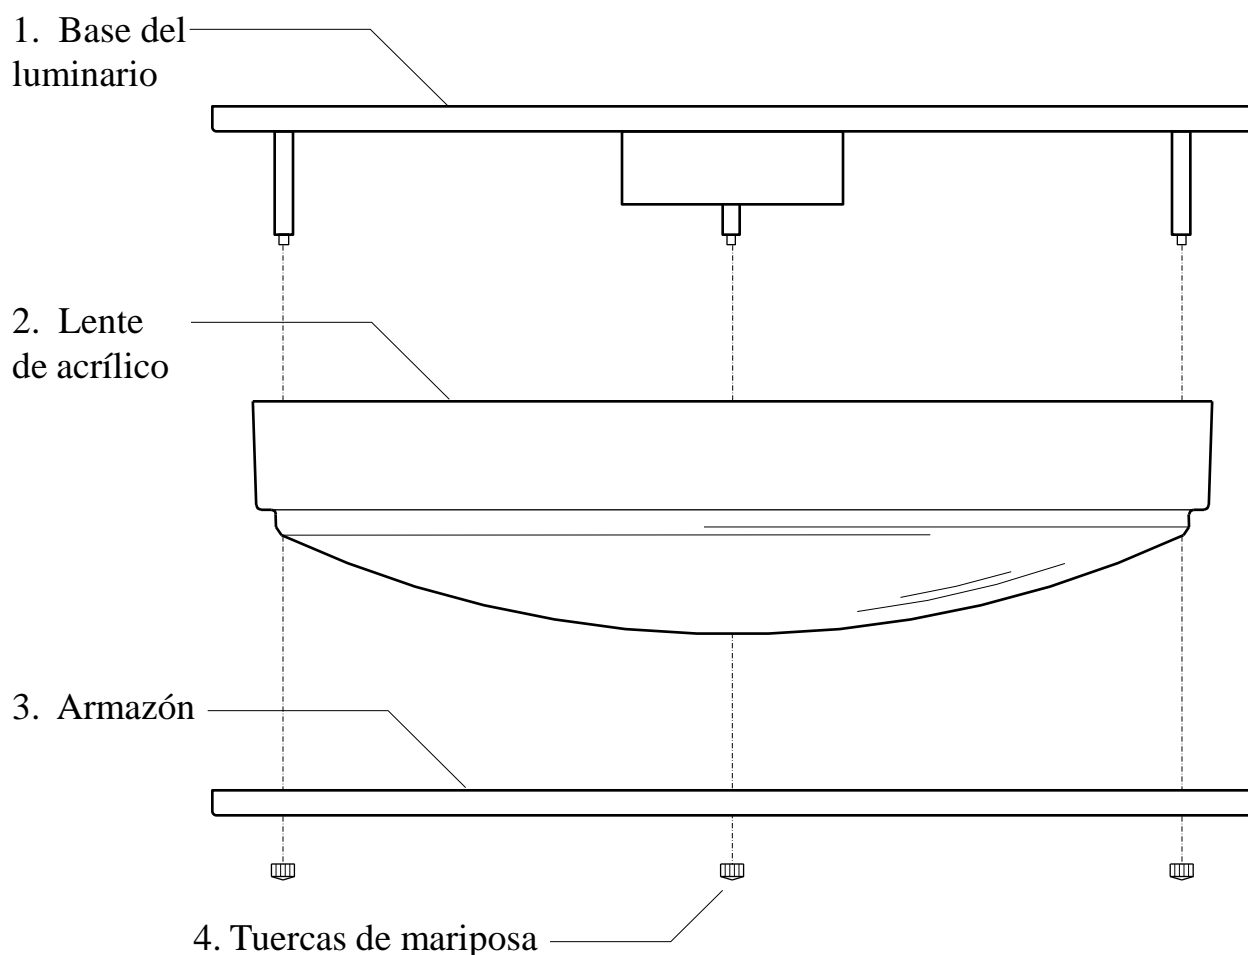

Fig. 4
6. Asegure el lente de acrílico (#2) y la armazón (#3) en la base del luminario (#1) utilizando las tuercas de mariposa (#4), como se muestra (**Fig. 4**).